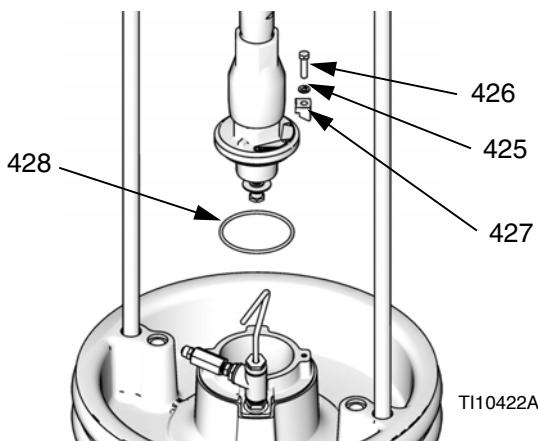

Рис. 19: Монтажный комплект для опорной емкости на 55 и 30 галлонов
- Установите на опорную емкость кольцевое уплотнение (428) из монтажного комплекта 255392. Поместите поршневой насос на опорную емкость, если он крепится к ней. См. Рис. 19.
- Закрепите фланец входного отверстия насоса с помощью винтов (426), шайб (425) и зажимов (427) из монтажного комплекта 255392.